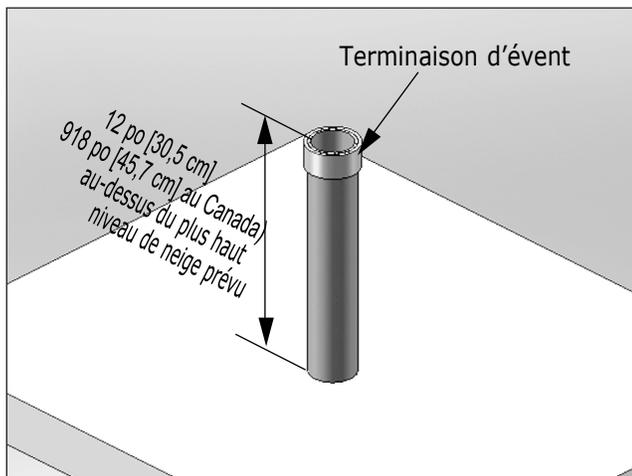

Fig. 15 - Catégorie - IV - Terminaison verticale du tuyau d'évent
3. La tuyauterie de ventilation doit être terminée à la verticale avec un raccord qui accepte une grille aviaire, et elle doit être située de 12 po [30,5 cm] (18 po [45,7 cm] au Canada) au-dessus du niveau de neige prévu le plus élevé, comme illustré *Fig. 15* en page 24 ci-dessous.
3. Localisez la pénétration du tuyau d'évent de manière à créer les dégagements décrits à la Fig. 15 en page 24.
3. La tuyauterie d'évent doit se terminer à la verticale avec un raccord comme illustré à la Fig. 15 en page 24.
**N'allongez pas le tuyau d'évent au-dessus du toit, au-delà des dimensions illustrées à la Fig. 15 en page 24. L'exposition prolongée du tuyau d'évent pourrait causer le gel du condensat et bloquer le tuyau d'évent, entraînant des dommages matériels substantiels, des blessures graves ou la mort.**